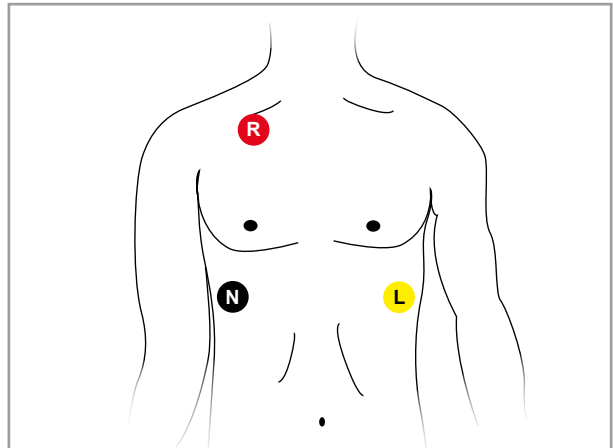

Ilustración 5-1: Colocación de los electrodos de ECG
- Coloque los electrodos desechables (véase ilustración 5-1)
- Coloque los electrodos (véase ilustración 5-1); una breve presión en el electrodo libera el vacío, la bomba comienza a funcionar